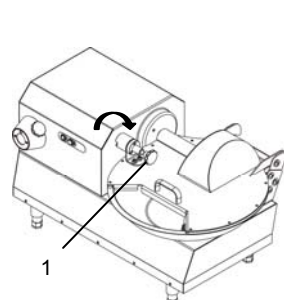

Рис. 6.3.10
- Повернуть ручку разблокировки крышки по часовой стрелке "1" Рис. 6.3.10.